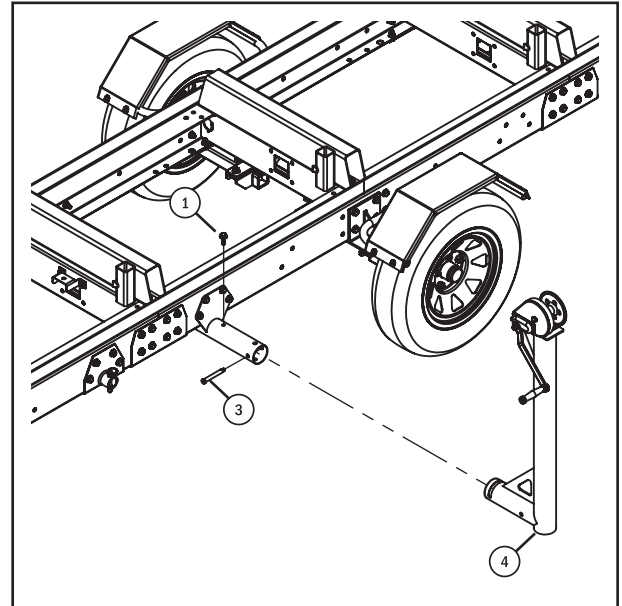

Fig. 2
Étape 6 : Installez le tube de montage vertical sur le tube de montage horizontal. Installez le tube de montage vertical (4), comme indiqué sur la fig. 2, à l'aide d'un boulon à embase M10 x 30 (1) et de l'axe de chape 12 x 100 (3).